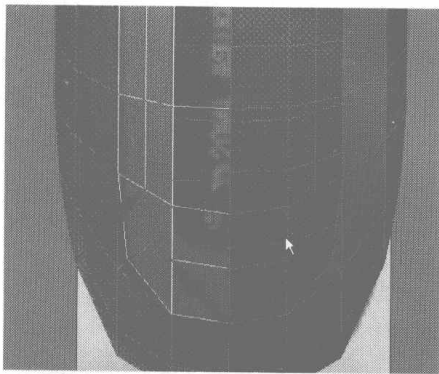
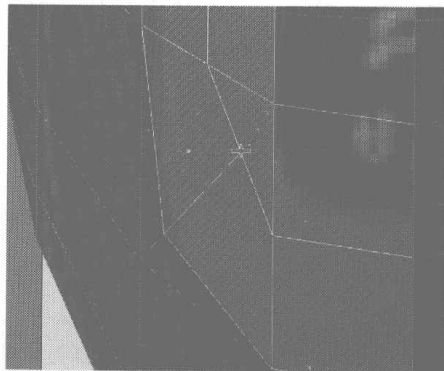

图 3.58
图 3.59
- 22** 选择如图 3.58 所示的两个节点,在 Edit Vertices 卷展栏中单击 Connect 按钮,在两点之间添加一条曲线。再用 Cut 命令添加如图 3.59 所示的曲线,并进行节点调整。